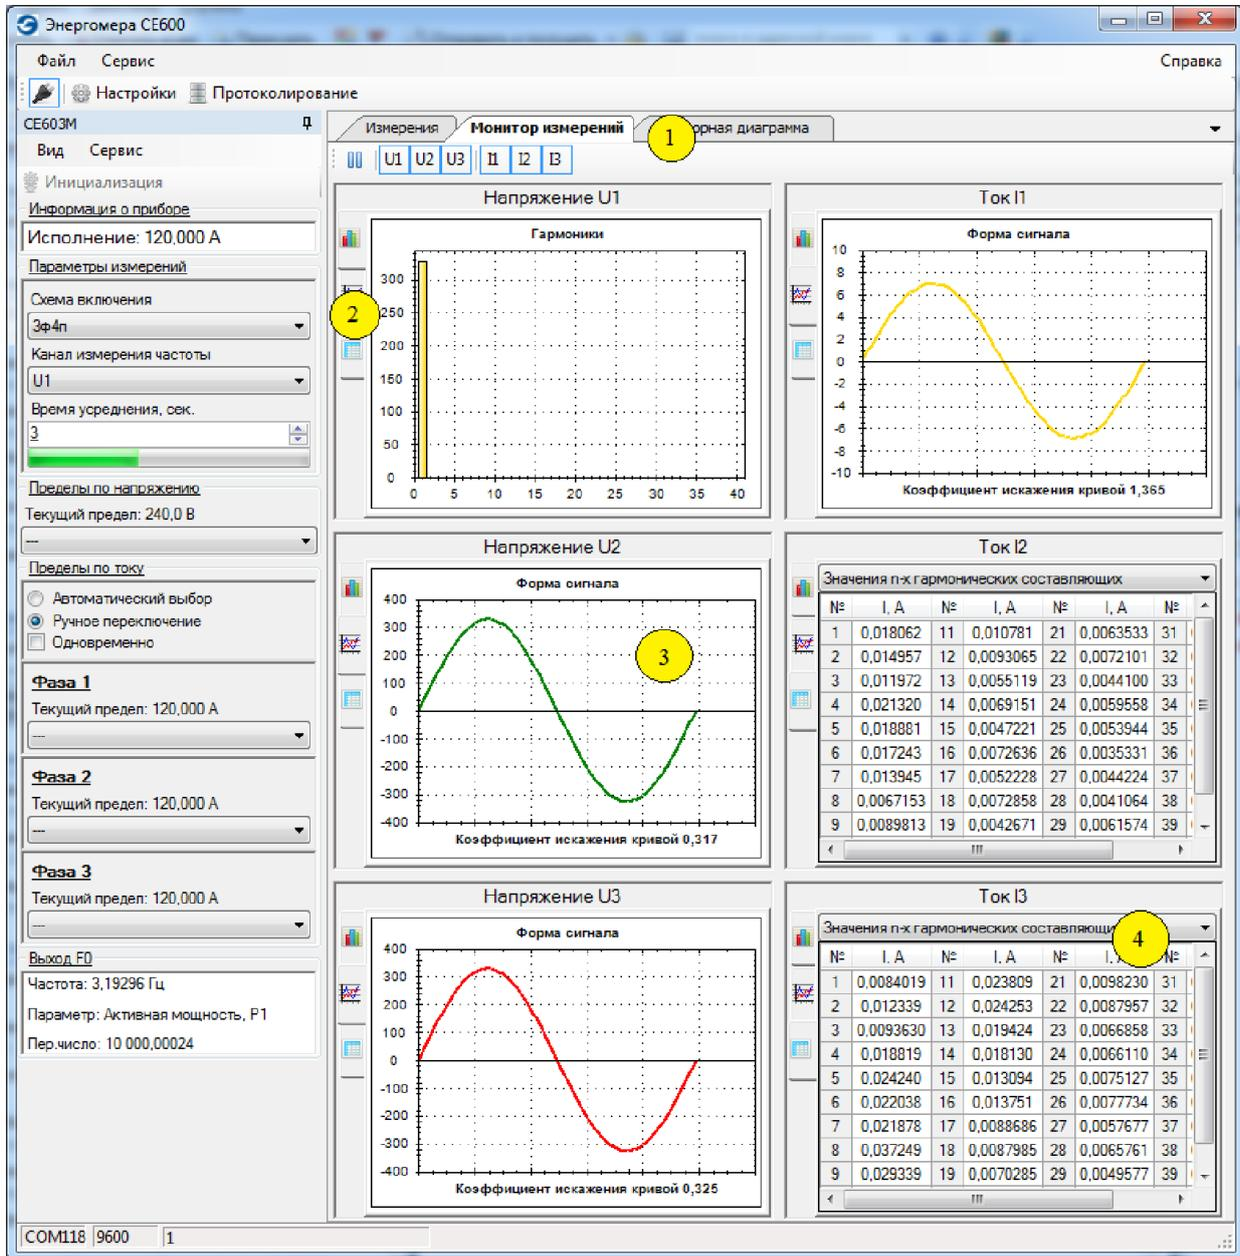

Рисунок 5.15 – Вкладка «Монитор измерений»
- в виде панелей с результатами спектрального анализа сигналов в графическом виде (для возможности просмотра гармоник напряжений и токов одновременно для трех фаз, рисунок 5.15);
На вкладке «Монитор измерений» отображаются результаты спектрального анализа сигналов (рисунок 5.15).